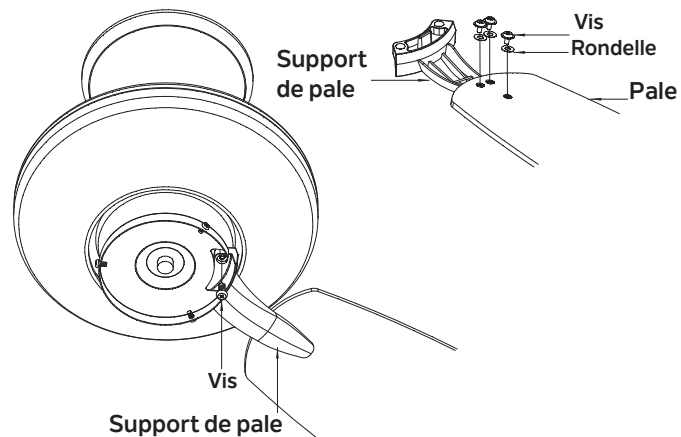

Fig. 14
Étape 1. Fixez la pale au support de pale à l'aide des vis et rondelles, comme illustré dans la Figure 14. Commencez à insérer la vis dans le support. Répétez l'opération pour les deux autres vis.